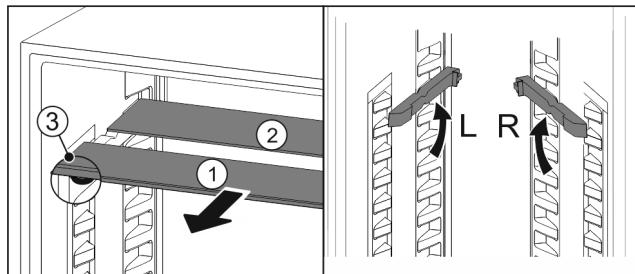

Fig. 69
- Издърпайте Fig. 69 (1) поотделно стъклените площи напред.
- ▷ Стъклената плоча Fig. 69 (1) с декоративната лайстна е отпред.
- ▷ Ограничителите Fig. 69 (3) сочат надолу.